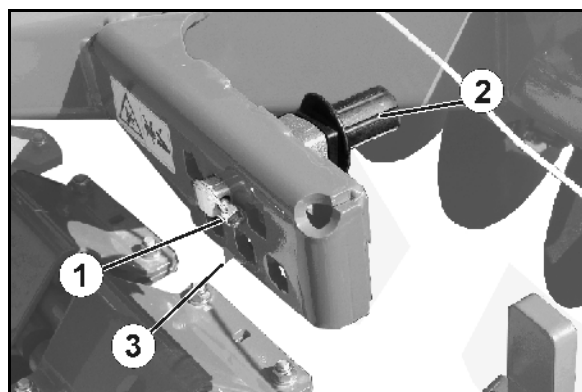

Рис. 20
Для этого имеются в распоряжении 6 гнезд (Рис. 20).
3. Ослабьте пружинный фиксатор (Рис. 20/1).
4. Поставьте эксцентриковый палец (Рис. 20/2) в нужное гнездо.
- Удобное место для крепления маркировано стрелкой (Рис. 20/3).